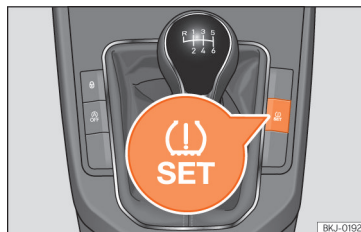

Abb. 279 Mittelkonsole: Taste für die Reifenkontrollanzeige.
- *Fahrzeuge ohne Easy Connect-System:* Halten Sie die Taste (⚠) **SET** » **Abb. 279** gedrückt, bis ein akustisches Signal ertönt.